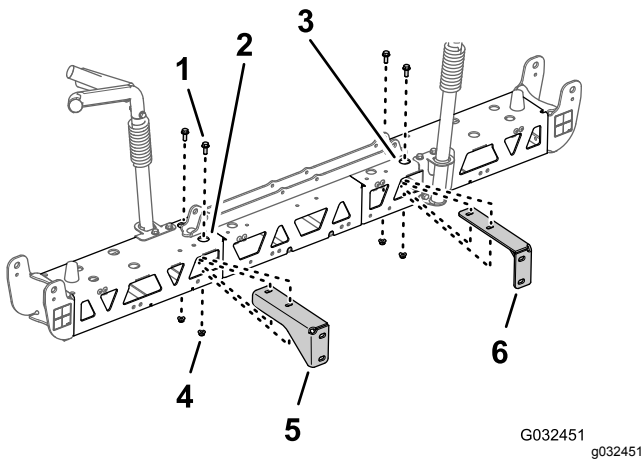

Figura 78
2. Alinee los orificios del soporte derecho con los orificios del perfil derecho, según se muestra en Figura 78.
3. Monte el soporte derecho en el perfil derecho del travesaño (Figura 78) con los 2 pernos con arandela prensada (3/8" x 1") y las 2 contratuercas con arandela prensada (3/8") que
4. Repita los pasos 2 y 3 con el soporte izquierdo en el perfil izquierdo del travesaño (Figura 78).